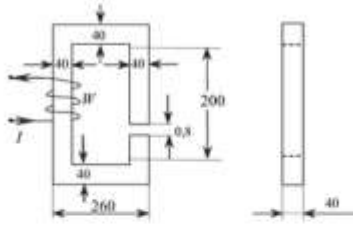

Рис. 4
В сердечнике из стали 1211 (Э11) магнитный поток $\Phi = 0,92 \cdot 10^{-3}$ Вб. Число витков катушки $W = 2000$. Размеры сердечника и воздушного зазора даны в мм. Определить ток в катушке (рис. 4).
1. Каким должен быть намагничивающий ток катушки индуктивности, имеющей 200 витков, чтобы ее намагничивающая сила создала в чугунном кольце магнитный поток 0,000157 Вб? Средний радиус чугунного кольца 5 см, а диаметр его сечения 2 см (рисунок 4).